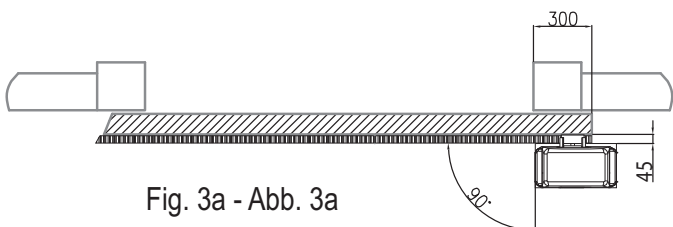

Fig. 3a - Abb. 3a
3. Die Maße und die Waagerechte der Kanäle und der Fundamentplatte mit einer Wasserwaage kontrollieren, dann diese im Beton versenken. Die in den Abb. 3a (Installation rechts) und 3b (Installation links) angegebenen Maße beachten. <0> Sie sind die für eine einwandfreie Kopplung zwischen Ritzel und Zahnstange unbedingt notwendigen Mindestmaße.